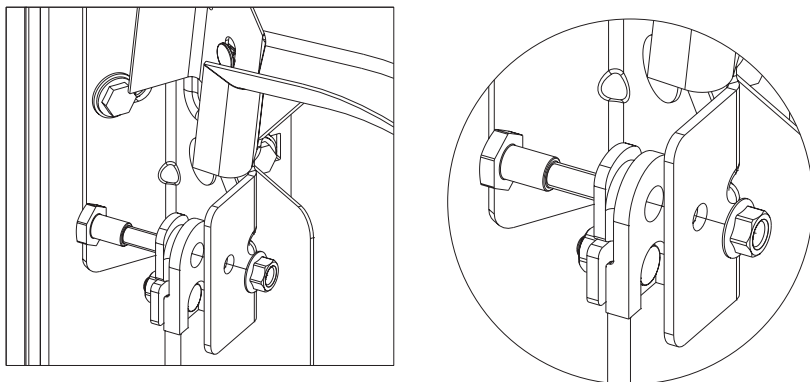

Рис. 12.7.
7) на каждую опорную стойку установить фиксаторы троса (рис. 12.7);